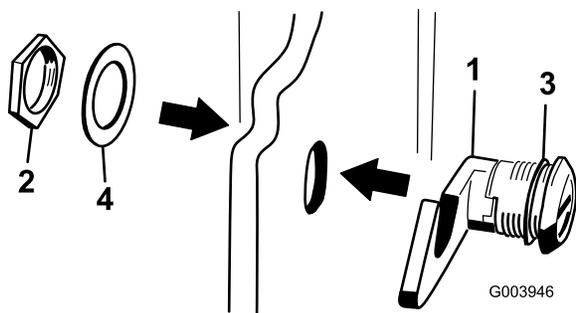

Figura 16
- Retire a porca do trinco do capot (Figura 16).